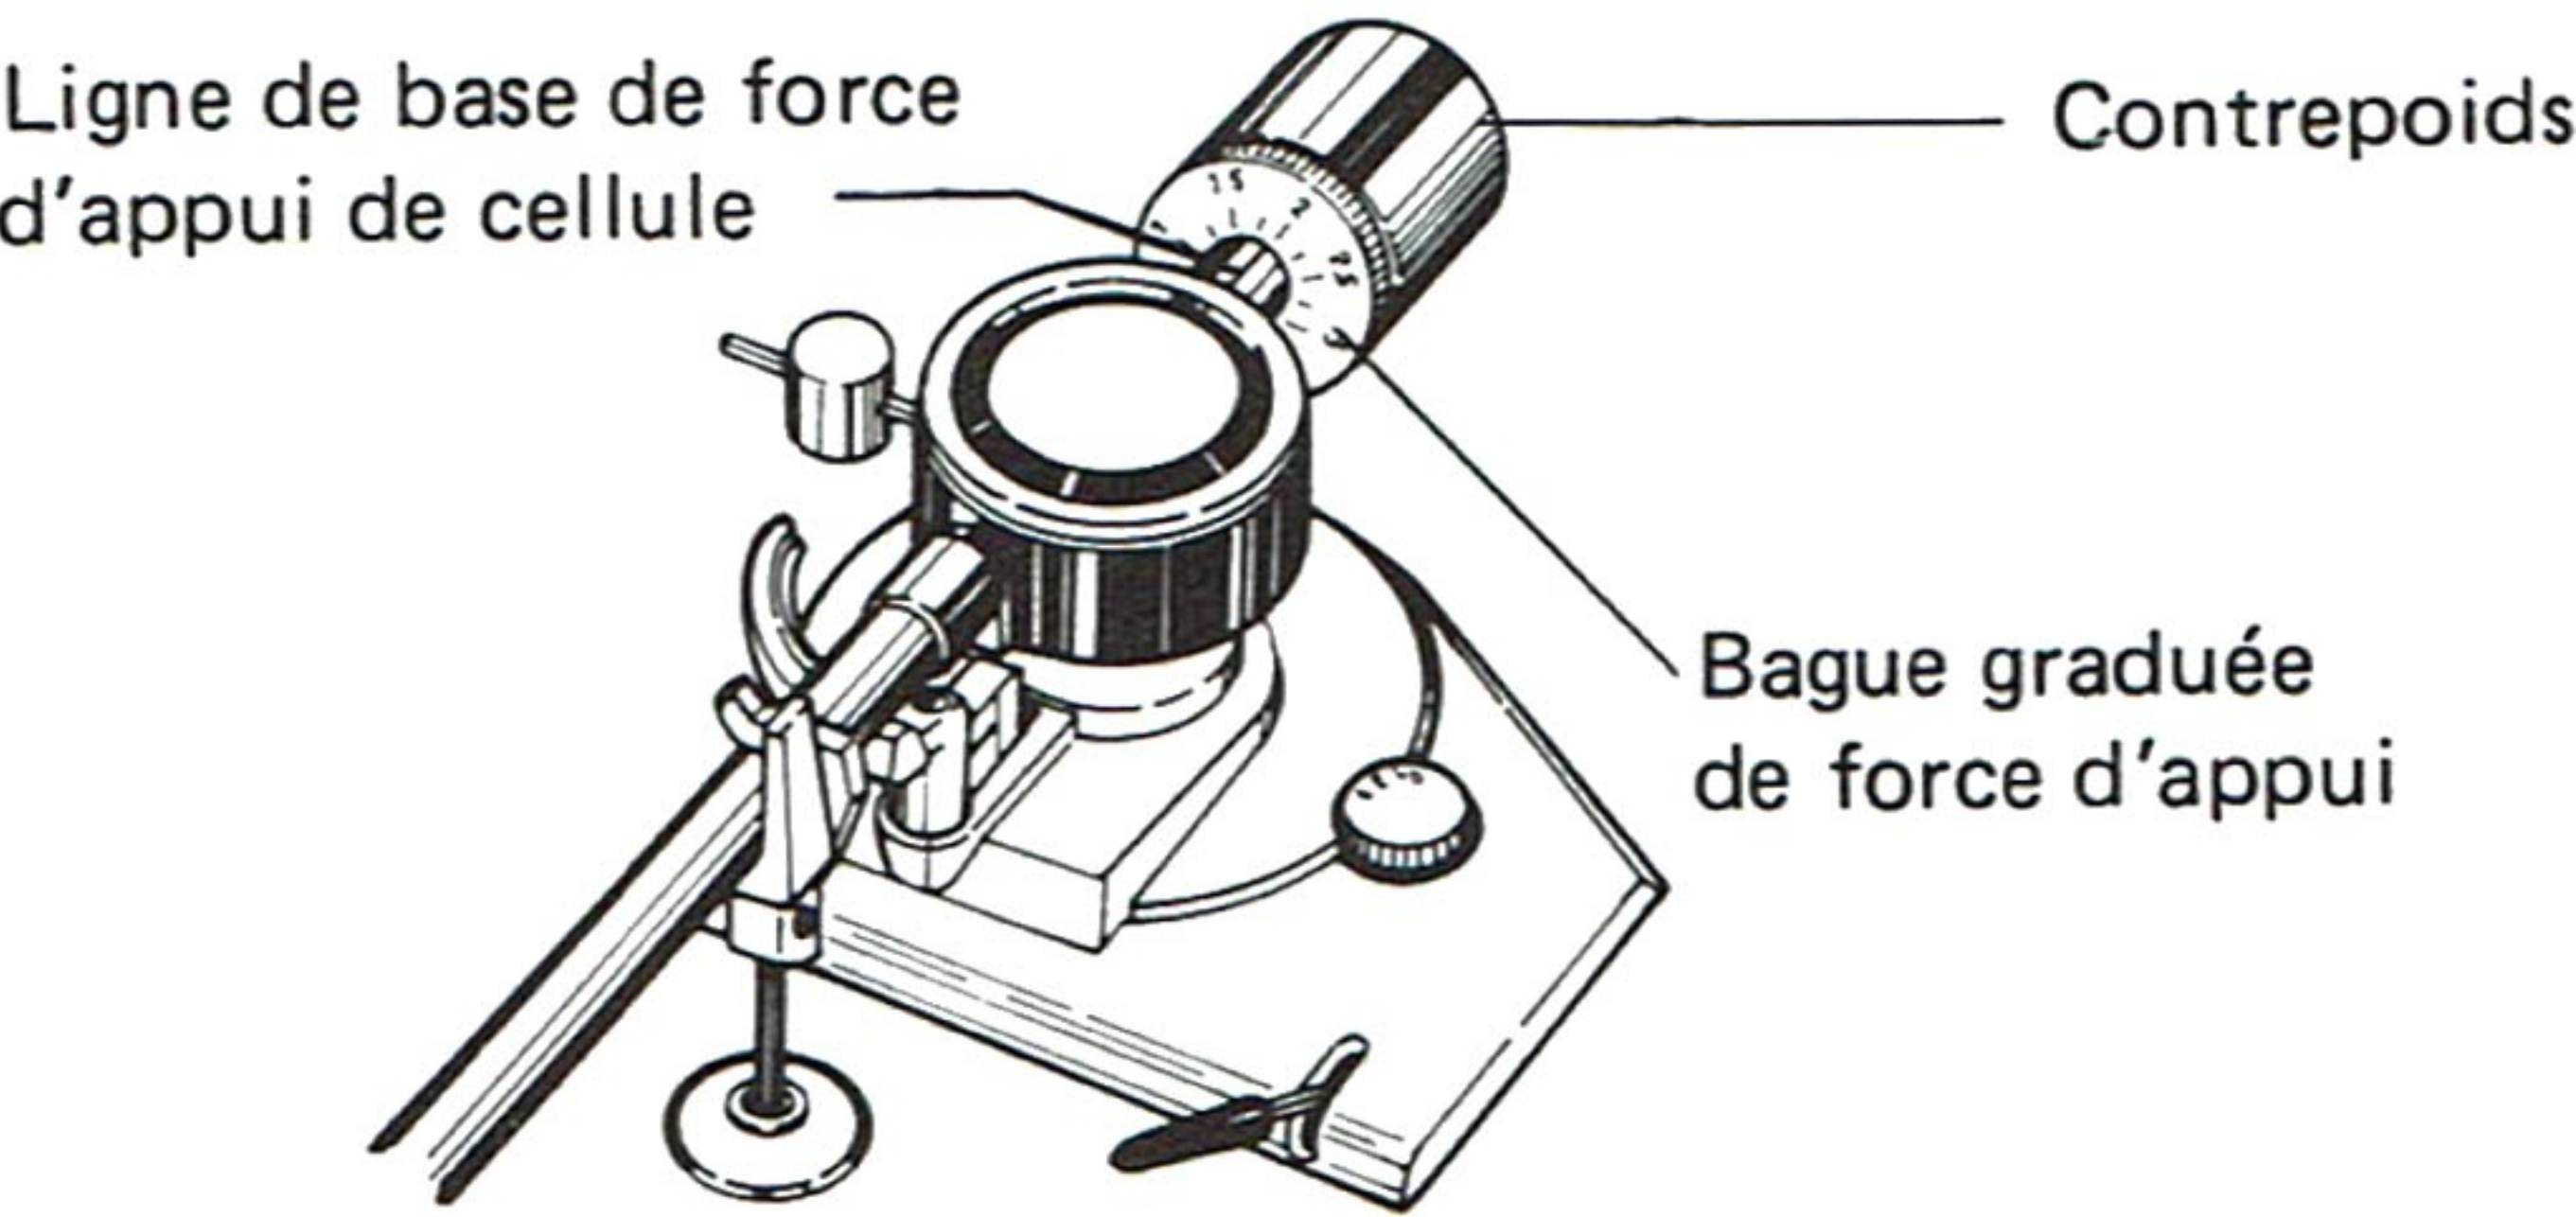

Fig. 6
- Régler la force d'appui en tournant le contrepoids sur le chiffre recommandé pour la cellule utilisée (Fig. 6).